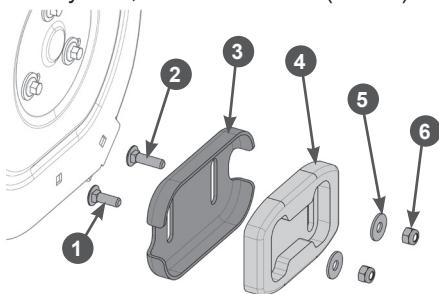

Рис. 9. Установка полозков
- Вставьте в квадратные отверстия в кожухе шнеков (изнутри кожуха) болты с полукруглой головкой M8×25 (1) и M8×30 (2) (Рис. 9). Более длинные болты M8×30 (2) используются для установки в отверстия в глубине кожуха для крепежа нижней накладки кожуха шнеков (Рис. 9). Далее, установите полозок (3 или 4), установите шайбы M8 (5) с внешней стороны полозка и закрутите гайки M8 (6) самостопорящиеся с неметаллической втулкой, не затягивая их (Рис. 9).